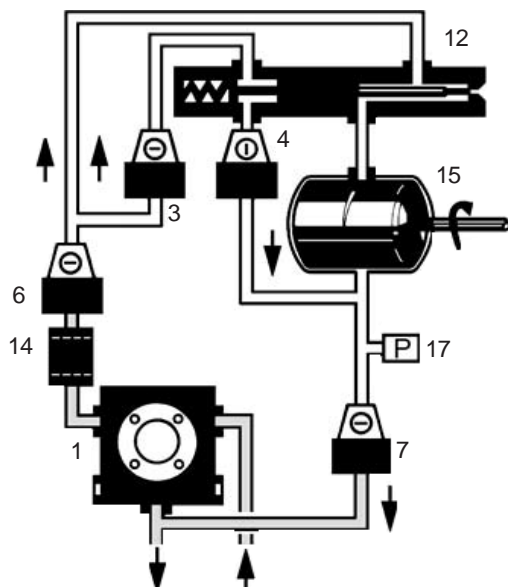

Рисунок 1.12
Во время останова горелки и во время предварительной продувки (рисунок 1.12) запорные устройства (6), (3) и (7) закрыты, запорное устройство (4) открыто. Давление в кольцевом трубопроводе во время останова горелки или давление за насосом во время предварительной продувки действует на запорные устройства (6) или (7).